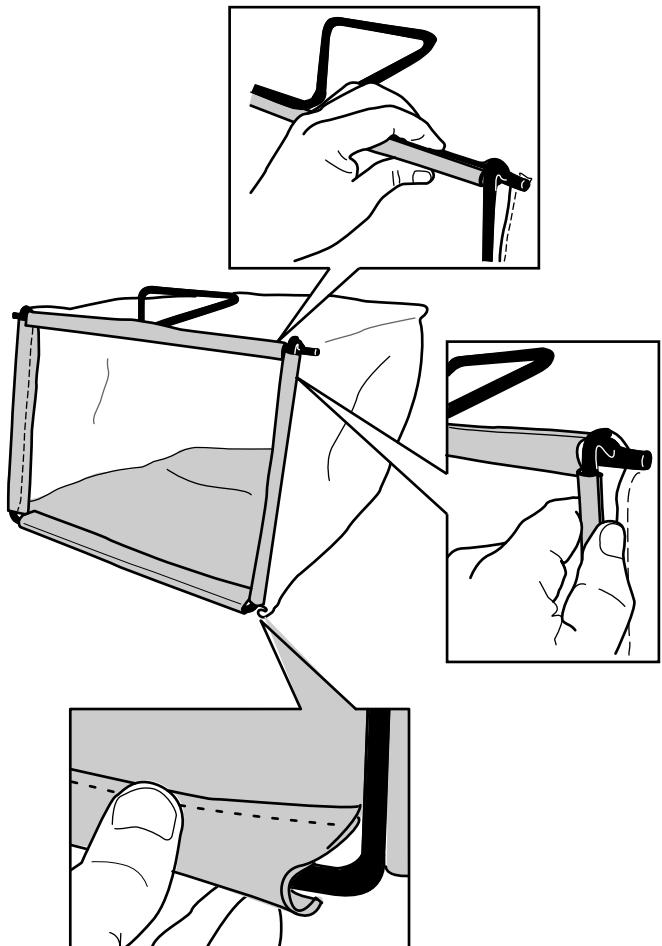

Figure 6
- Accrochez la glissière inférieure du bac au bas de l'armature (Figure 6).
3. Accrochez la glissière supérieure et les glissières latérales du bac au sommet et sur les côtés de l'armature respectivement (Figure 6).